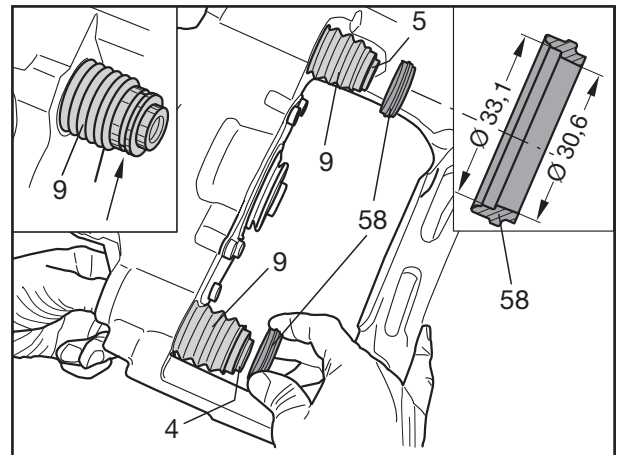

Fig. 7
- [10] Faltenbalg (9) in die Nut (Fig. 7, Pfeil) einsetzen. Durch Aufschieben der Ringe (58), die Faltenbälge (9) in den Nuten der Führungsbuchsen sichern.
- [11] Bremssattel (1) auf den Bremssattelträger (2) setzen.
Bei der Montage des Bremssattels auf richtigen Sitz der inneren Faltenbälge (Fig. 7/9) und der Ringe (Fig. 7/58) auf den Führungsbuchsen achten.
[10] Insert the bellows (9) into the groove (Fig. 7, arrow). Secure the bellows (9) into the grooves in the guide bushes by pushing on the rings (58).
When installing the brake caliper, make sure the inner bellows (Fig. 7/9) and the rings (Fig. 7/58) are correctly seated on the guide bushes.
[10] Insérer le soufflet (9) dans la rainure (fig. 7, flèche). En faisant glisser les bagues (58), fixer les soufflets (9) dans les rainures des douilles de guidage.